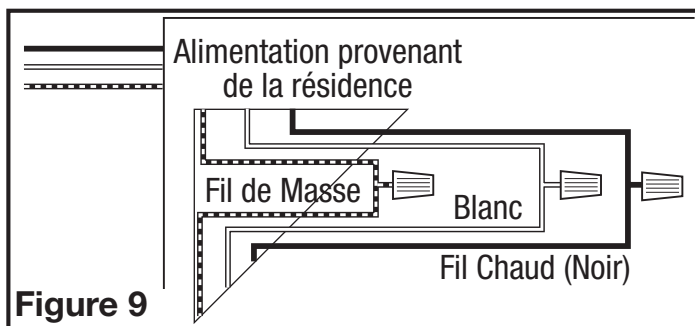

Figure 9
3. Par là où vous avez choisi d'accéder à la boîte de jonction du ventilateur, connecter le fil Blanc provenant de la résidence au fil Blanc du réceptacle du ventilateur. Connecter le fil Noir de l'interrupteur mural au fil Noir du réceptacle du ventilateur. Connecter le fil de mise à la terre provenant de la résidence au fil Vert du réceptacle du ventilateur (**Figure 9**). Utiliser des méthodes approuvées pour toutes les connexions.